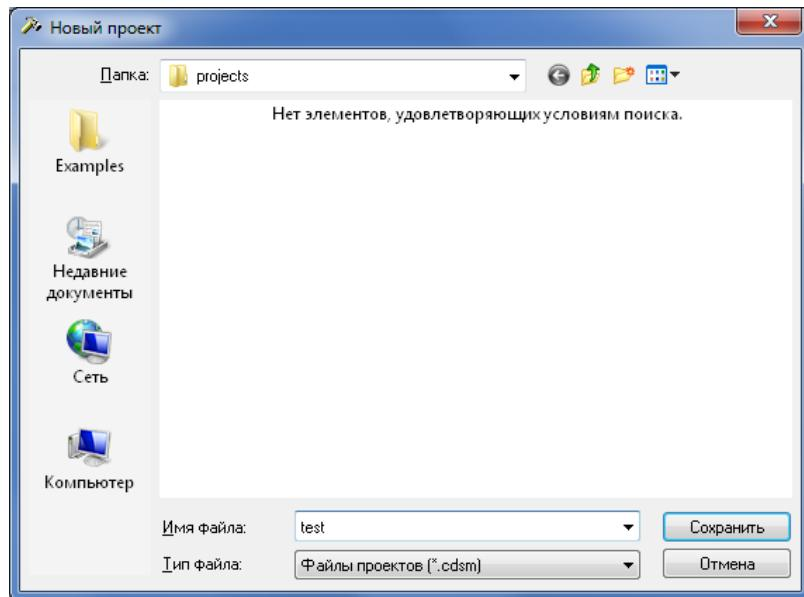

Рисунок 16 - Окно присвоения имени новому проекту
2.6.4.1 Запустить программу: Пуск \ Программы \ Стойприбор \ ПДС-МГ4 \ программа. Создать новый проект, в который будет производиться чтение данных из архива прибора: Файл \ Создать (рисунок 16 и 17).